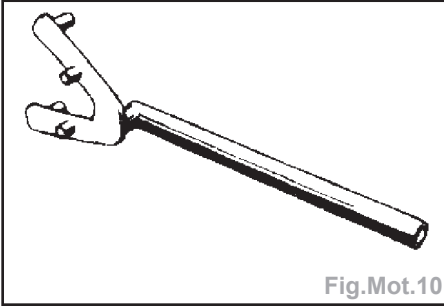

Fig.Mot.10
- Positionner les rainures des arbres à cames horizontalement (Fig.Mot.6) en tournant les arbres à cames à l'aide de l'immobilisateur (**outil Mot. 799-01**) si nécessaire (Fig.Mot.10).
- Effectuer une rotation de six tours de la distribution dans le sens horaire (côté de la distribution) par la poulie d'échappement à l'aide de l'immobilisateur des pignons (**Mot. 799-01**) (Fig.Mot.10).